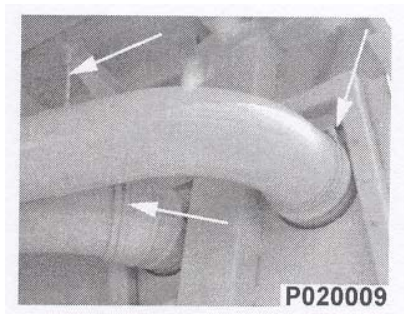

FIGURA 2-2
8. TUBERÍA DE ADMISIÓN DE AIRE – Revise todos los accesorios de montaje, juntas, y conexiones. Asegúrese que no haya filtraciones y que todos los accesorios estén bien apretados. Figura 2-2.